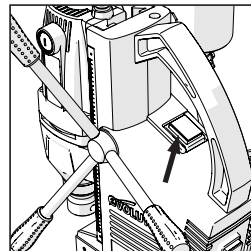

Fig. 6
- Använd maskinens På-/Av- vippströmbrytare (**Fig. 6**) för att sätta på och stänga av maskinens motor.